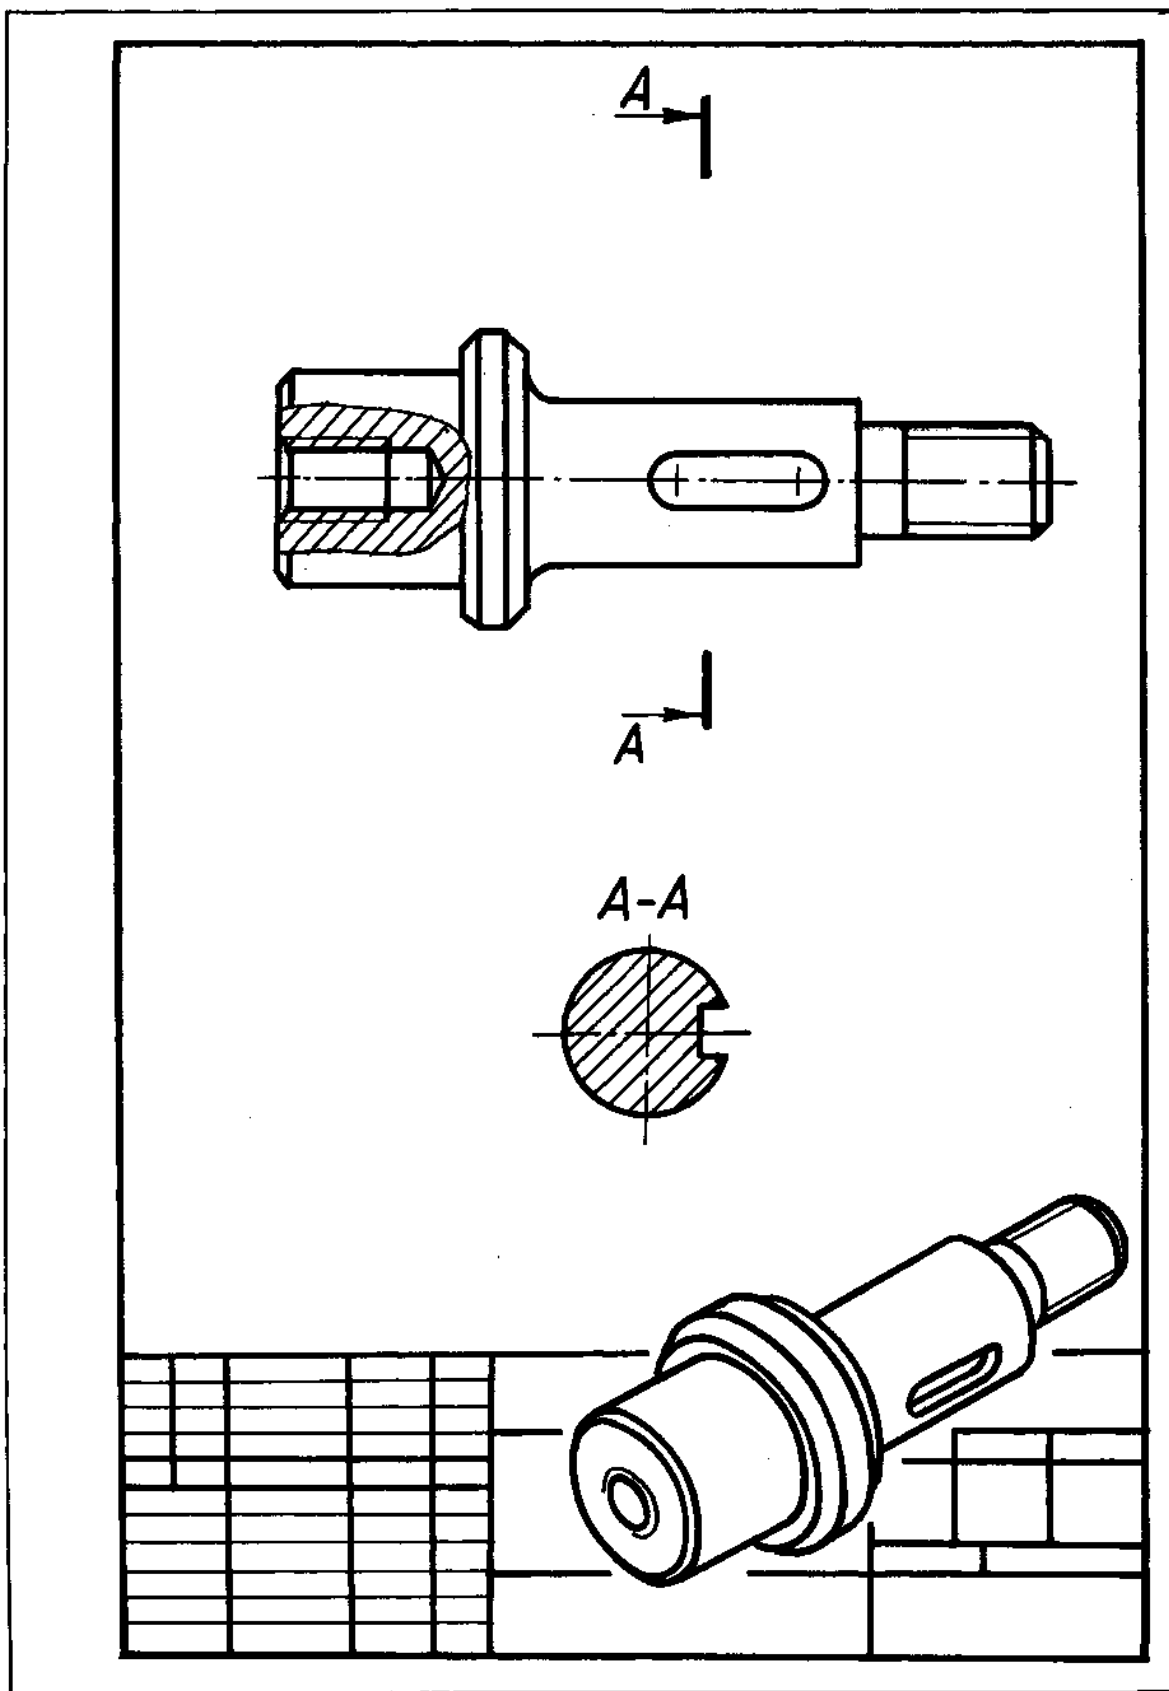

Рис.2
5. Выполнить необходимые разрезы и сечения, нанести штриховку (рис.2);